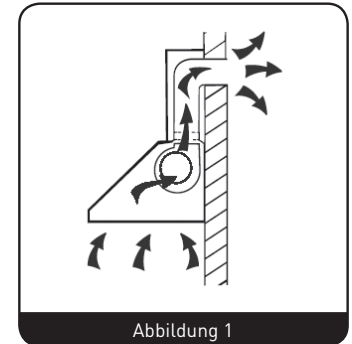

Abbildung 1
- A. Wenn ein Abzug nach draußen vorhanden ist, kann Ihre Dunstabzugshaube daran angeschlossen werden. Wie nachfolgend gezeigt, über einen Abluftkanal (nicht brennbares Material oder ein flexibler, emaillierter Aluminiumschlauch mit einem Innendurchmesser von 150 mm) (Abbildung 1)